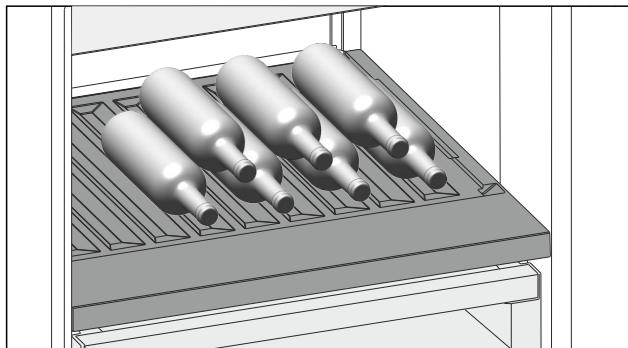

Fig. 123
- Помістіть пляшки дном у напрямку до задньої стінки. (див. Fig. 123)